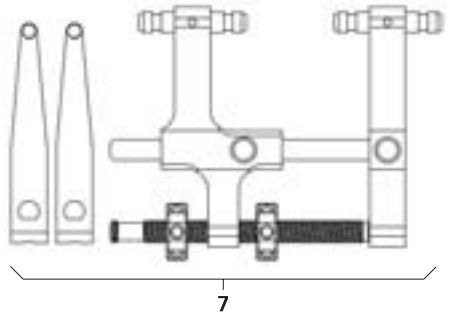

Fig. 7
- Montar o distractor 7 juntamente com as lâminas de distracção, ver Fig. 7.